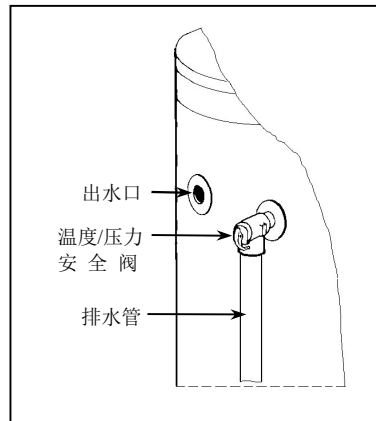

图 3
- ◆ 用聚四氟乙烯带（生料带）缠好螺纹，注意不要超出螺纹端头，将安全阀旋入位于热水器上部的安装孔内，并令其排水孔向下，如图 3。